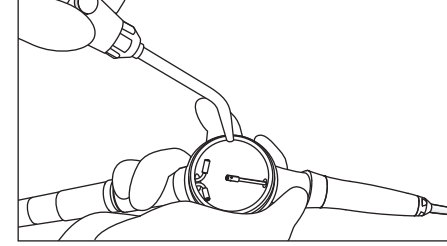

Fig. 7
- 3) Toz haznesindeki toz artıklarını hava üfleyici uç kullanarak tahliye edin. (Fig. 7)